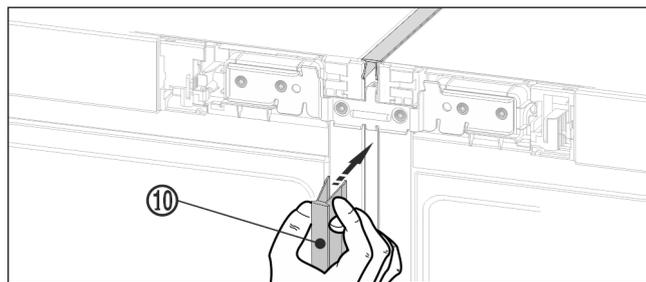

Fig. 22
- ▶ 在设备正面将长护板条 Fig. 22 (10) 压入垂直缝隙中。注意, 护板条位于连接板上。